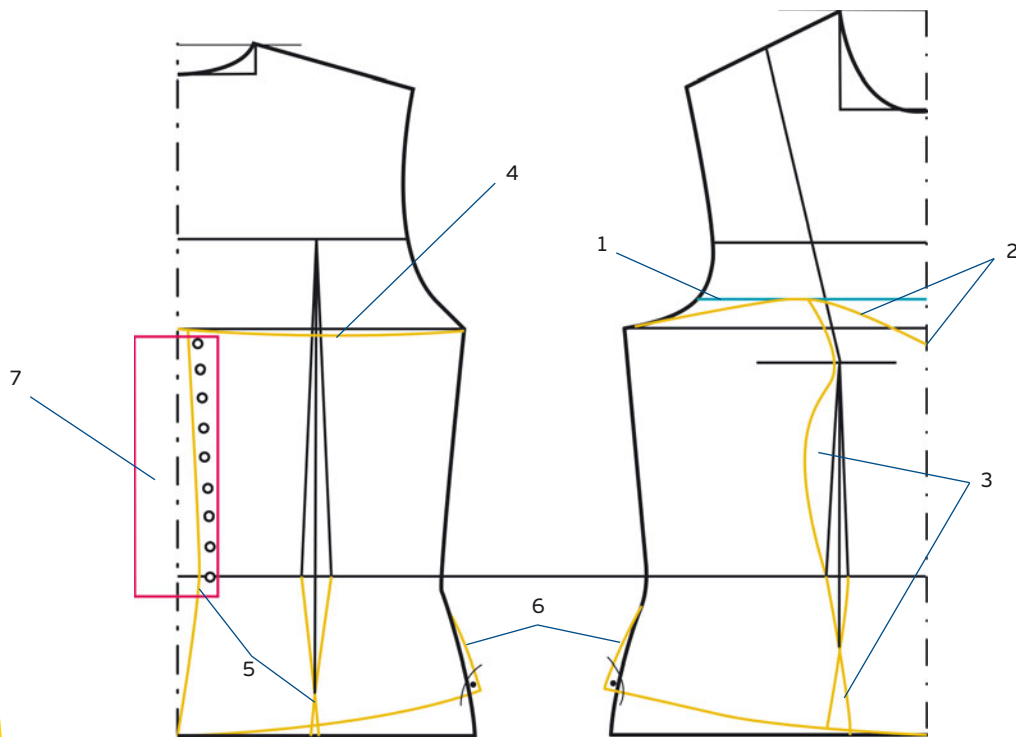

РИС. 1
7. Постройте пату шириной примерно в 15 см и длиной, равной длине спинки, начиная от линии проймы и опускаясь на 2 см ниже талии (рис. 1, красным цветом). Эта пата притачена с изнаночной стороны корсета, она прячет часть тела, которая остается видимой после зашнуровывания, что является более эстетичным.